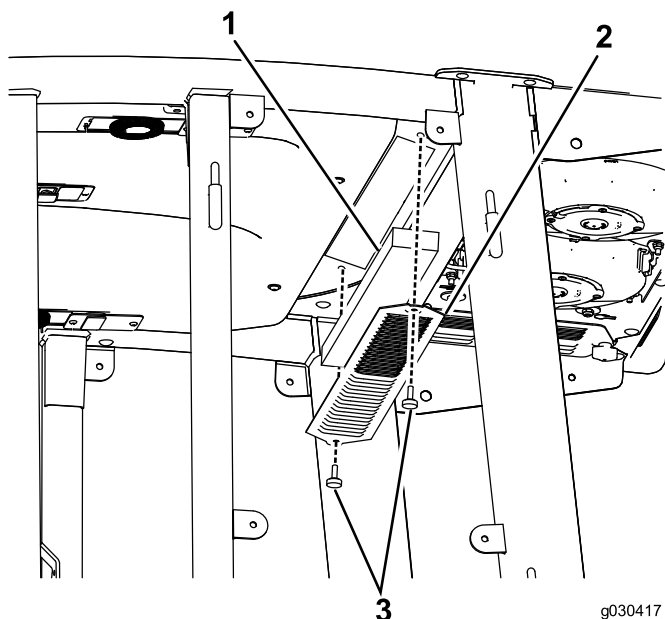

Figure 53
1. Retirez les vis à oreilles et les grilles des filtres à air intérieur et arrière de la cabine (Figure 53).